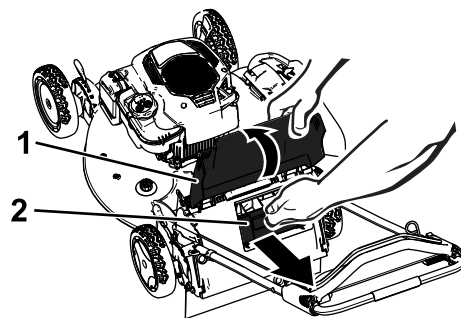

Figura 23
2. Levante y sujete la tapa trasera (Figura 23).
3. Saque el tapón trasero (Figura 23).